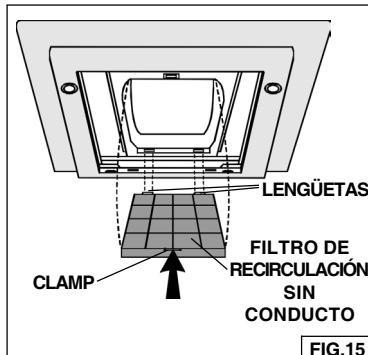

FIG.15
1. Para quitar el filtro de CARBÓN, empuje la lengüeta delantera del filtro. Tire del filtro para desconectarlo de las lengüetas posteriores. Fig. 15